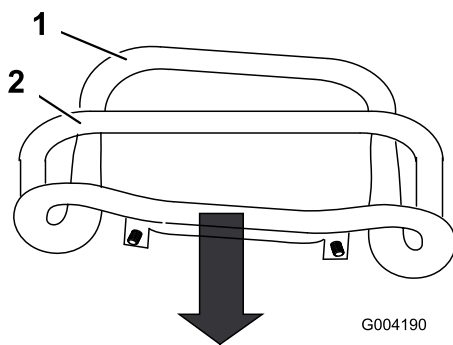

Figura 50
3. Tirare all'indietro il comando della trazione, spostandolo con un movimento rettilineo, in modo che la parte anteriore del comando venga a contatto con la barra di riferimento (Figura 50).